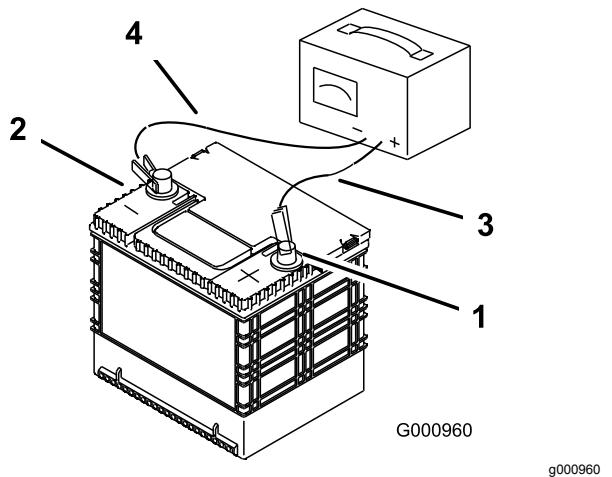

Figura 52
3. Quando la batteria è completamente carica, staccate il caricabatterie dalla presa elettrica e scollegate i cavi di ricarica dai poli della batteria (Figura 52).